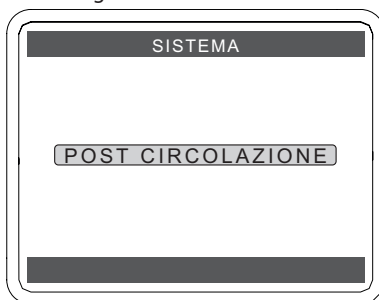

Figura 5.77
- Premere il tasto (✓) per entrare nel campo selezionato Figura 5.77.